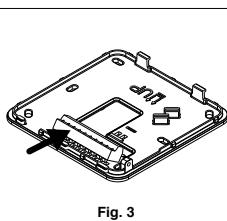

Fig. 3
- Enlever les connecteurs du boîtier de commande en faisant pression comme le montre la figure 3 ; préparer les connexions électriques entre ces derniers et le tableau électrique du ventilo-convecteur en suivant le schéma électrique de la fig. 10 et avec les connecteurs de commande non enclenchés. Pour le branchement spécifique entre la commande et le ventilo-convecteur, se rapporter au schéma présent sur l'unité.